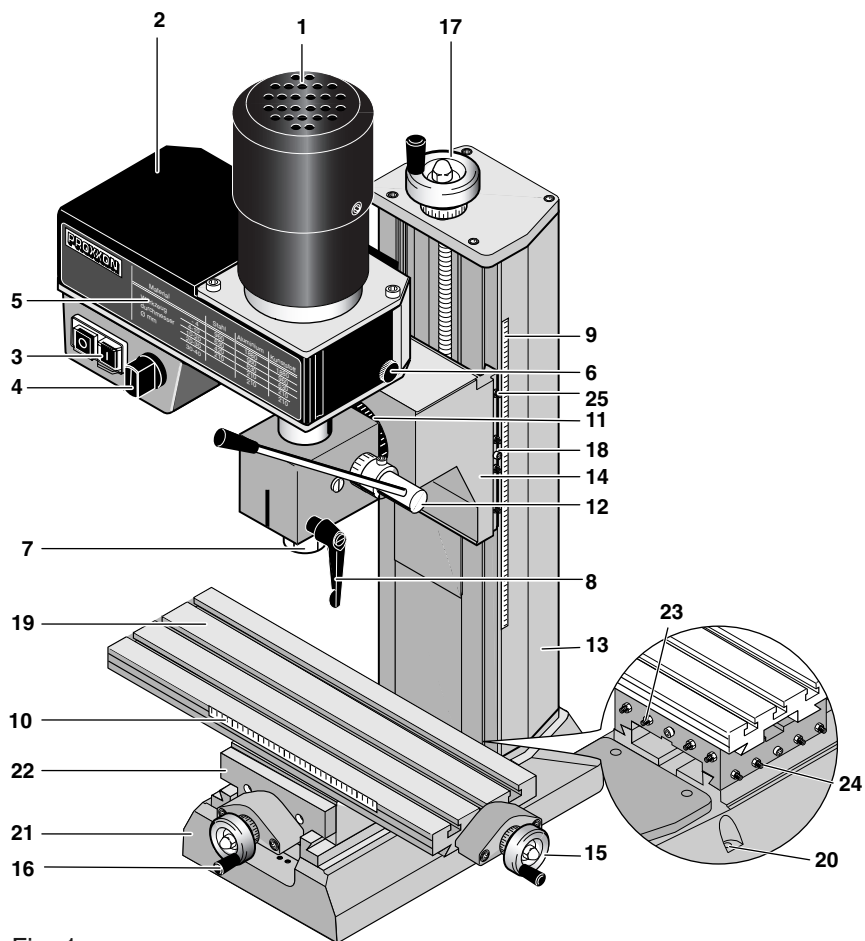

Fig. 1
2.3	Gesamtansicht Fräse FF 500 (Fig. 1)
2.3 Gesamtansicht Fräse FF 500 (Fig. 1)